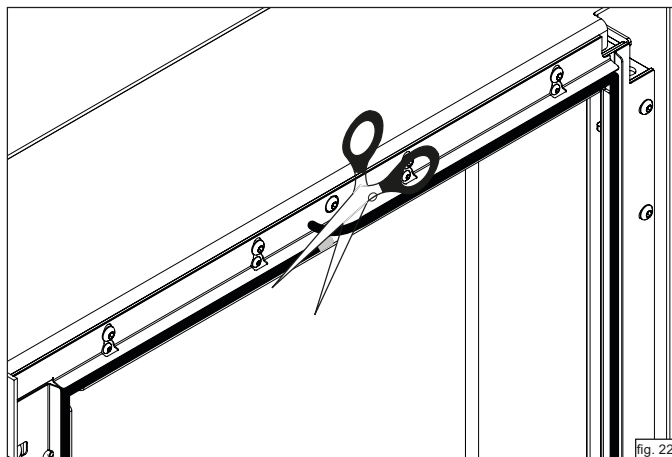

fig. 22
- ▶ **Iniziare a collocare la guarnizione dal centro della guida, nell'area superiore dello sportello della camera di combustione. Premere omogeneamente la guarnizione nella guida (fig. 21). Far sporgere leggermente l'estremità e tagliare la guarnizione in modo che collida (fig. 22).**